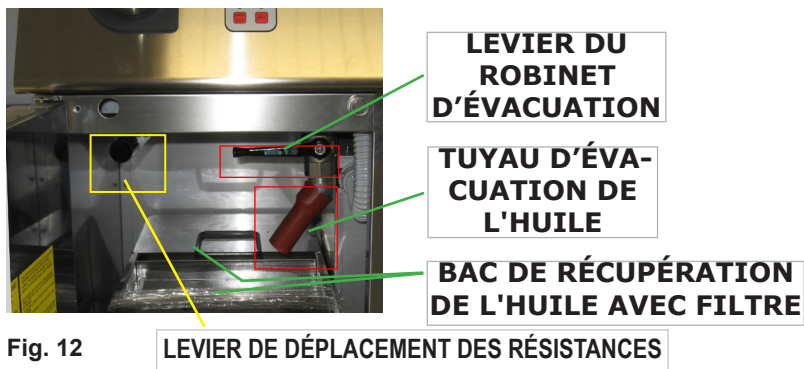
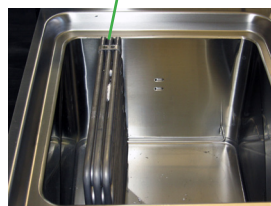

Fig. 12
Fig. 13
Ouvrir la porte de la friteuse, mettre en place le bac de récupération de l'huile avec le filtre correspondant (s'il ne sont pas encore présents) et ouvrir le robinet (fig. 12).
3. tourner la/les résistances avec le levier prévu à cet effet situé à l'intérieur de l'armoire, dans l'angle supérieur gauche (**fig. 12**). Avec les éléments chauffants en position verticale, il est possible d'effectuer un nettoyage complet et minutieux du bac (**fig. 13**).